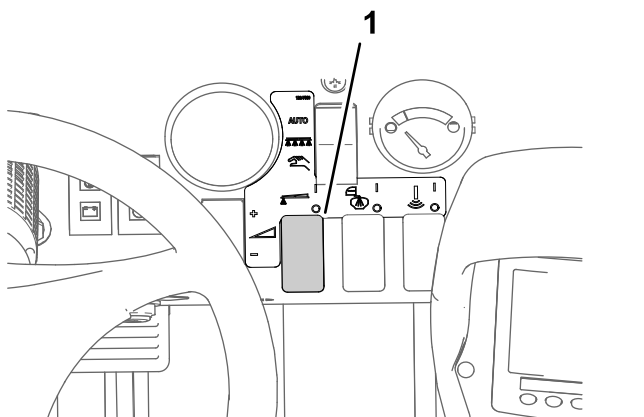

Figure 39
8. Utilisez la commande de débit de pulvérisation pour obtenir la pression voulue comme indiqué dans le guide de sélection des buses fourni avec le pulvérisateur (Figure 39).